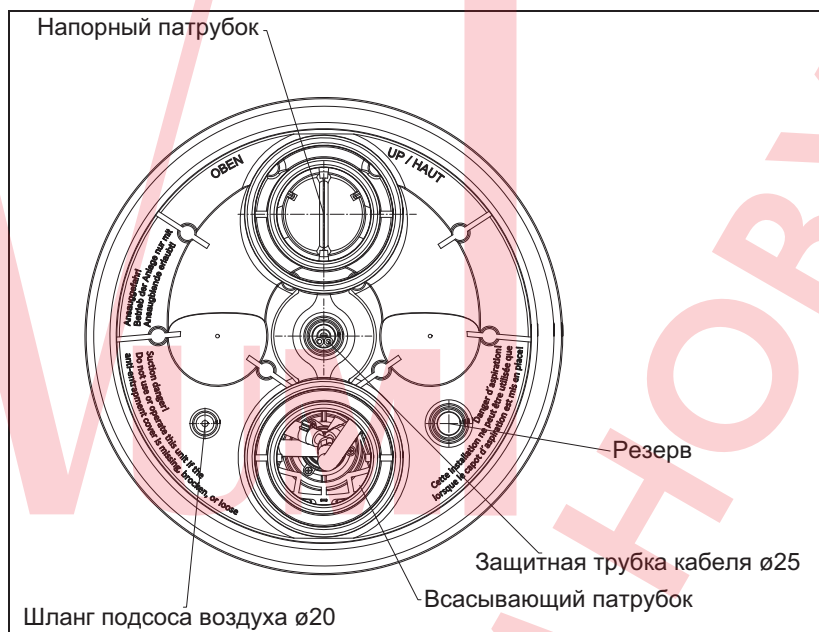

Рис.9
1. Подсоедините защитный канал кабеля и воздушный шланг (Рис. 9)